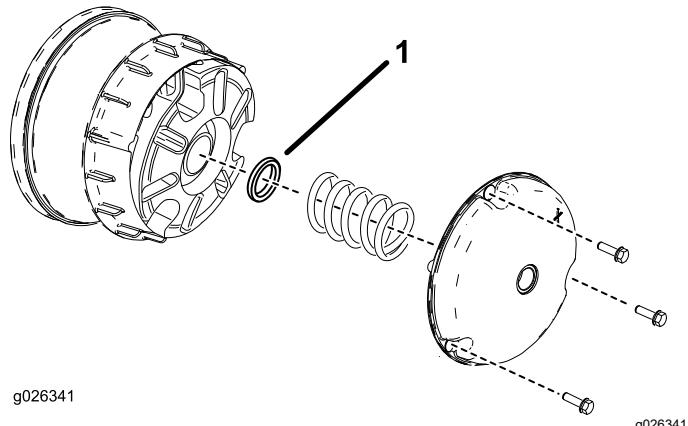

Figura 62
2. Rimovete i bulloni che fissano il carter della frizione principale come illustrato in Figura 62.